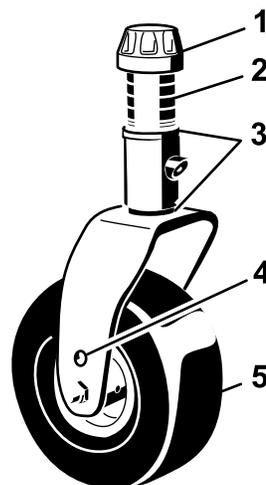
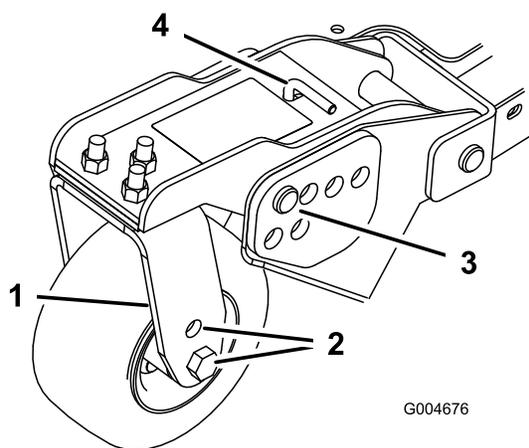
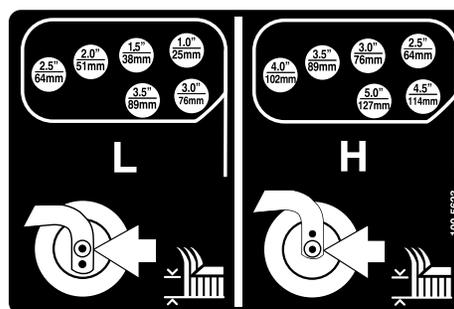

Figura 19
Figura 21
Figura 22
- Posizionate gli assali delle ruote orientabili negli stessi fori di tutte le forcelle (Figura 19 e Figura 21).
- Togliete il cappuccio di tensione dall'asse del perno ed estraete il perno dal braccio della ruota orientabile (Figura 19).
- Togliete la coppiglia ed i perni con testa dai bracci di rotazione delle ruote orientabili (Figura 21).
- Girate il tenditore per alzare o abbassare il braccio di rotazione finché i fori non sono allineati con i fori della staffa dell'altezza di taglio selezionati, nel telaio del piatto di taglio (Figura 21 e Figura 22).